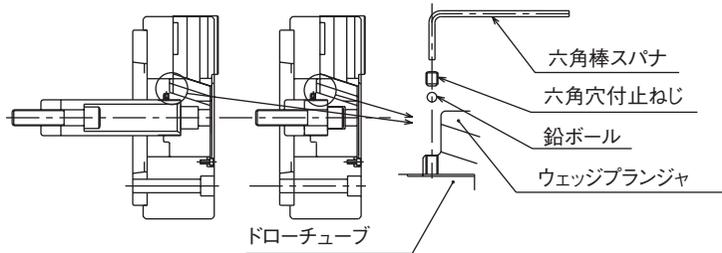

図 28
- ・チャックのドローチューブは、荷造りの都合で別にしてあります。プランジャにねじ込む際は、スパナを使ってしっかり締付け、付属の鉛ボールと六角穴付止めねじで図の様に緩み止めをして下さい。(図28参照)